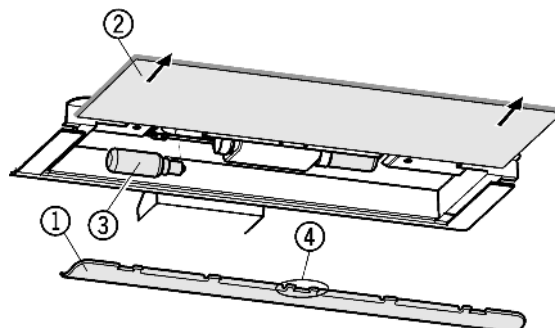

Fig. 37
- ▶ Снятие накладки Fig. 37 (1): сзади возьмитесь пальцем за накладку и снимите её с фиксатора.
- ▶ Извлеките стеклянную полку Fig. 37 (2).
- ▶ Лампу накаливания Fig. 37 (3) заменить.
- ▶ Установка накладки на место: защелкните справа и слева, следя за тем, чтобы средний крюк Fig. 37 (4) захватил стеклянную полку.